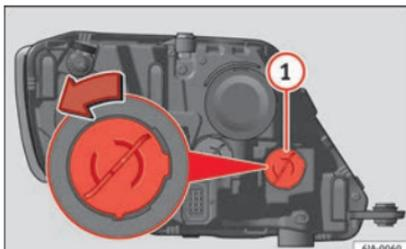

Abb. 93 Glühlampe für Blinklicht auswechseln
- Drehen Sie den Lampenträger » **Abb. 93** ① gegen den Uhrzeigersinn und nehmen Sie ihn ab.